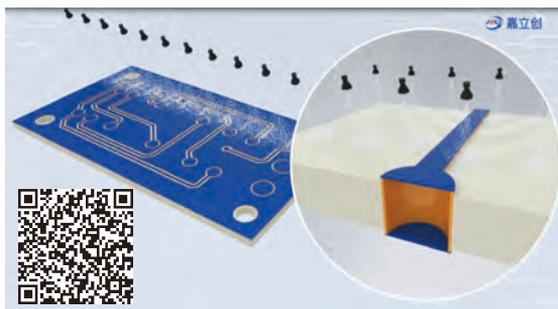

图 4-50 负片蚀刻后示意图
(3) 蚀刻：使用蚀刻技术对露出的铜箔进行腐蚀。蚀刻过程中，依靠导线和孔壁上覆盖的干膜遮挡蚀刻液进入导线底部和钻孔内，防止蚀刻液对导线和孔壁铜箔进行侵蚀，如图 4-50 所示。扫描图 4-50 中二维码可查看正、负片工艺视频。